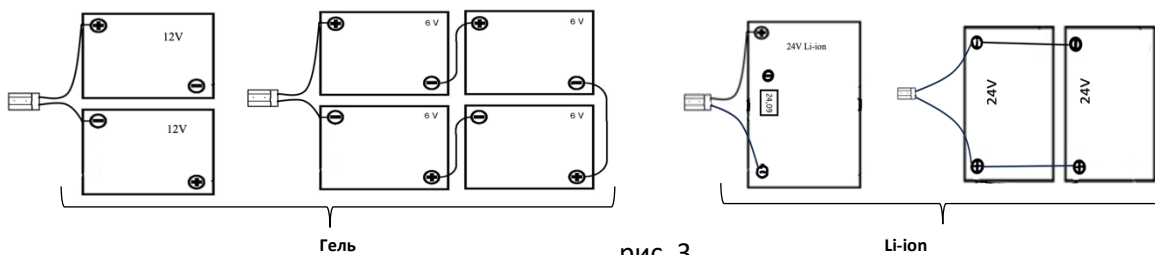

рис. 3
3. Аккуратно установите аккумуляторы в батарейный отсек и подключите их в соответствии со схемой на рис.3, подсоедините разъем аккумуляторных батарей к разъёму машины.